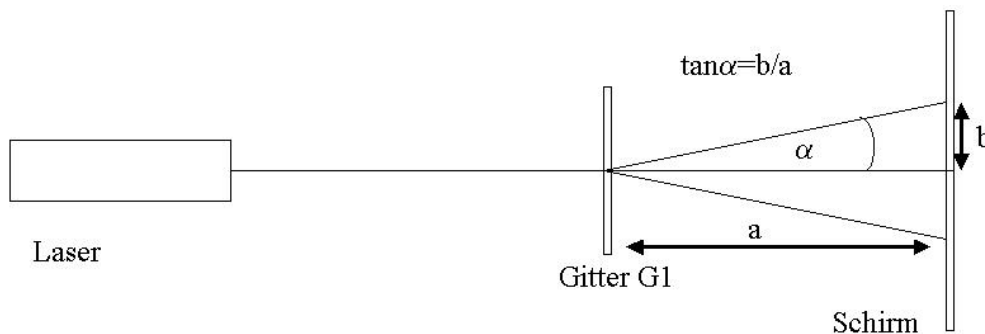

**Abb. O2-3** Versuchsaufbau zu Punkt M-2 Bestimmung der Gitterkonstante (mit MIKROSKOP).
- 1.3. Bauen Sie die Anordnung nach Abb. O2-3 auf. Messen Sie bei einem bestimmten Abstand  $a$  zwischen Gitter und Schirm die Abstände  $b$  der Beugungsmaxima mittels feinem Bereich des Gitters  $G_1$ . Wiederholen Sie die Messungen mit drei weiteren anderen Abständen  $a$ .
Sie das Gitter  $G_1$  ein. (siehe Abb. O2-3. Verwenden Sie zur Halterung wieder die exzentrische, nicht die mittige Bohrung!) Um die Gitterkonstante zu erhalten, bestimmen Sie das Verhältnis der Liniendicken (oder der Linienabstände) der drei Gitterbereiche zueinander. Die größte Liniendicke (bzw. der Abstand der weitesten Linien) lässt sich mit einem Messschieber absolut bestimmen. Damit kann nun der Linienabstand  $g_1$  bestimmt werden.